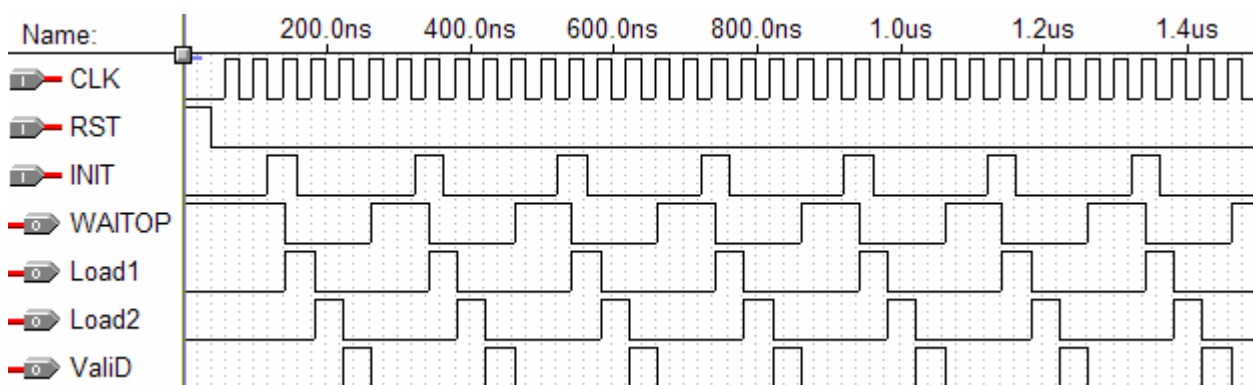

Figura 5. Verificación temporal del bloque CtrlUnit.
- b. Verificar el bloque Control. En la figura 5 se proporciona un análisis temporal de cómo debería funcionar el bloque controlador.